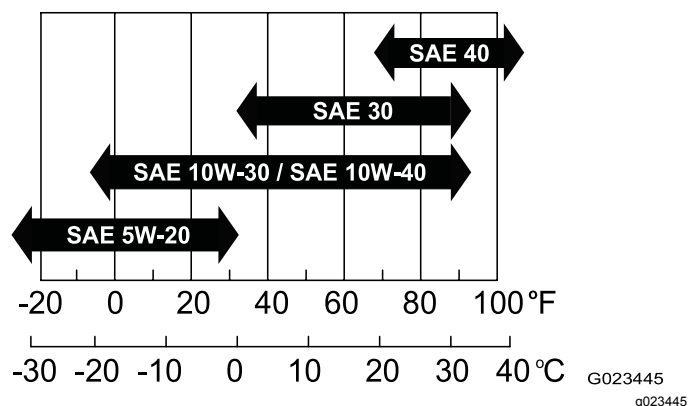

図 37
- 粘度** SAE 30 他の粘度のオイルを使用する場合には、以下の表を参照のこと 図 37